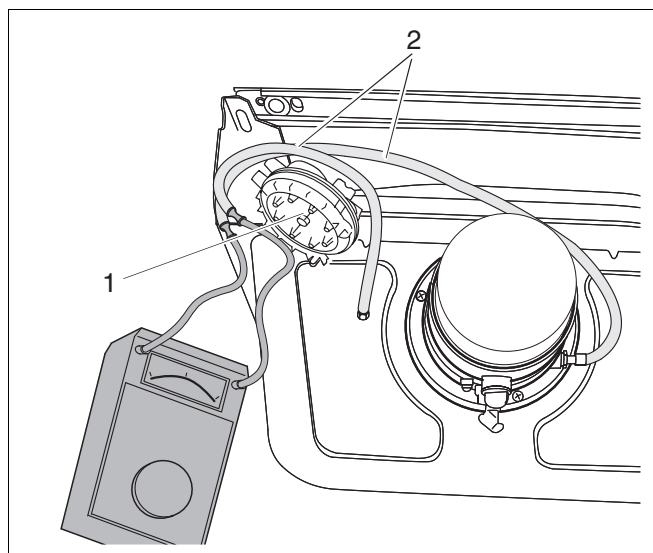

Рис. 23 Установить показатели измерения
- Снять выключатель дифференциального давления с крепления (рис. 23, поз. 1).
- Два шланга (рис. 23, поз. 2) извлечь (предыдущая запись распределения шлангов!) и соединить с манометром.